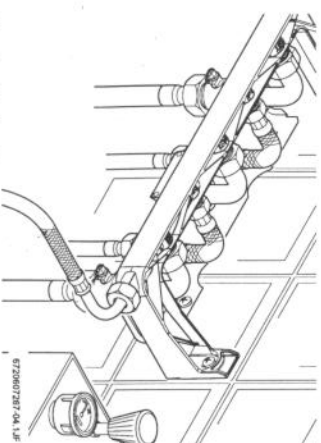

Fig. 4 Proba de presiune
► Verificați etanșeitatea instalației (fig. 4).